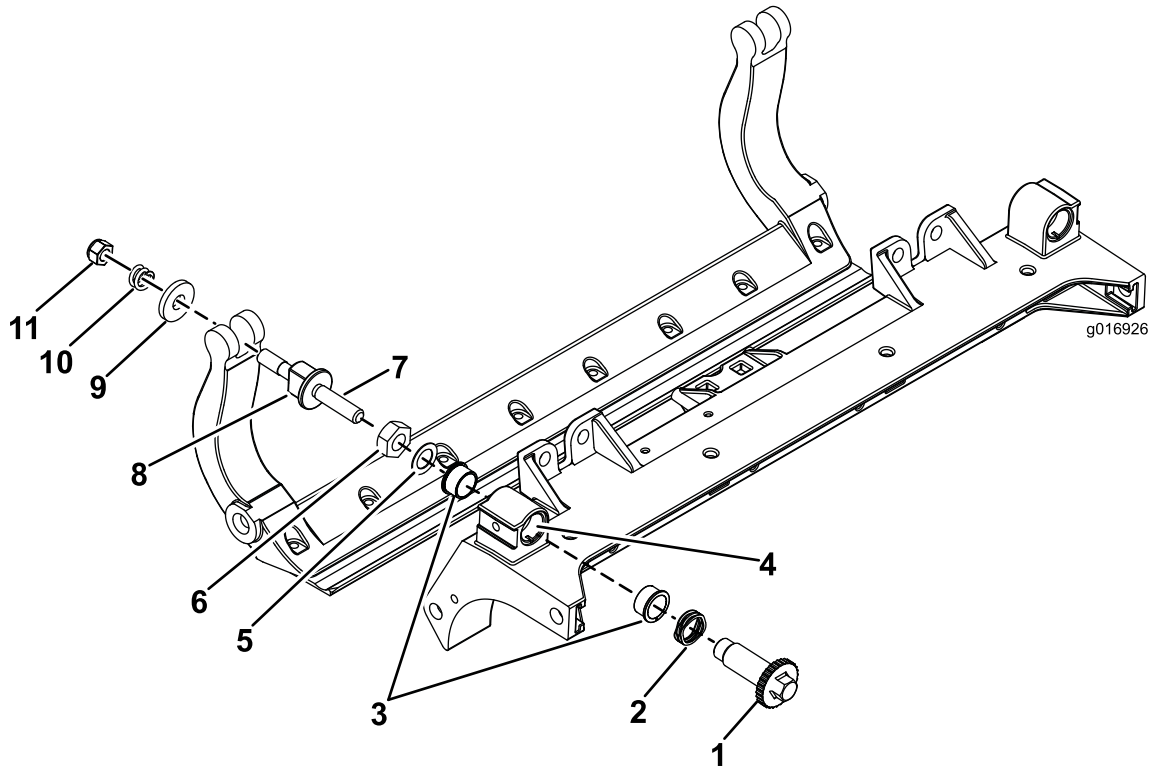

図 33
1. すべてのパーツを外す 取り付け要領書HD DPA キットと図 33を参照。
2. カuttingユニットのセンターフレームのブッシュ部の内側の固着防止コンパウンドを塗る 図 33。
3. フランジブッシュのキーをフレームのスロットに合わせてブッシュを取り付ける 図 33。
4. アジャスタのシャフトに波ワッシャと取り付け、アジャスタのシャフトをCuttingユニットのフレームのフランジブッシュに入れる 図 33。
5. アジャスタのシャフトを平ワッシャとロックナットで固定する 図 33。
12. その外側からスチール製ワッシャを取り付ける 図 33。
注 内側のワッシャには遊びがあってもよい 図 33。
15. 各ベッドバーアジャスタアセンブリのナットを締め付けて圧縮スプリングを完全に縮め、そこから 1/2 回転戻す 図 33。